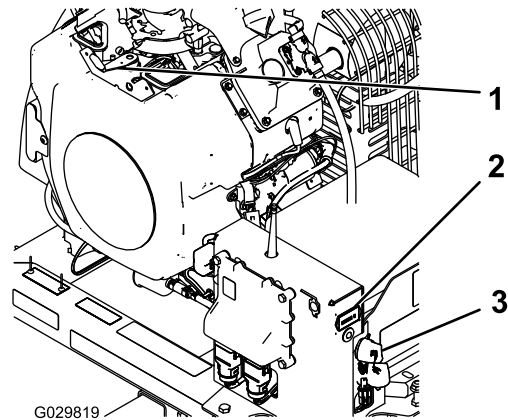

Figura 12
3. Rode a chave da ignição do motor para a posição START (LIGAR) (Figura 12).
3. Se abandonar máquina, rode a chave para a posição OFF e retire-a do motor (Figura 12).